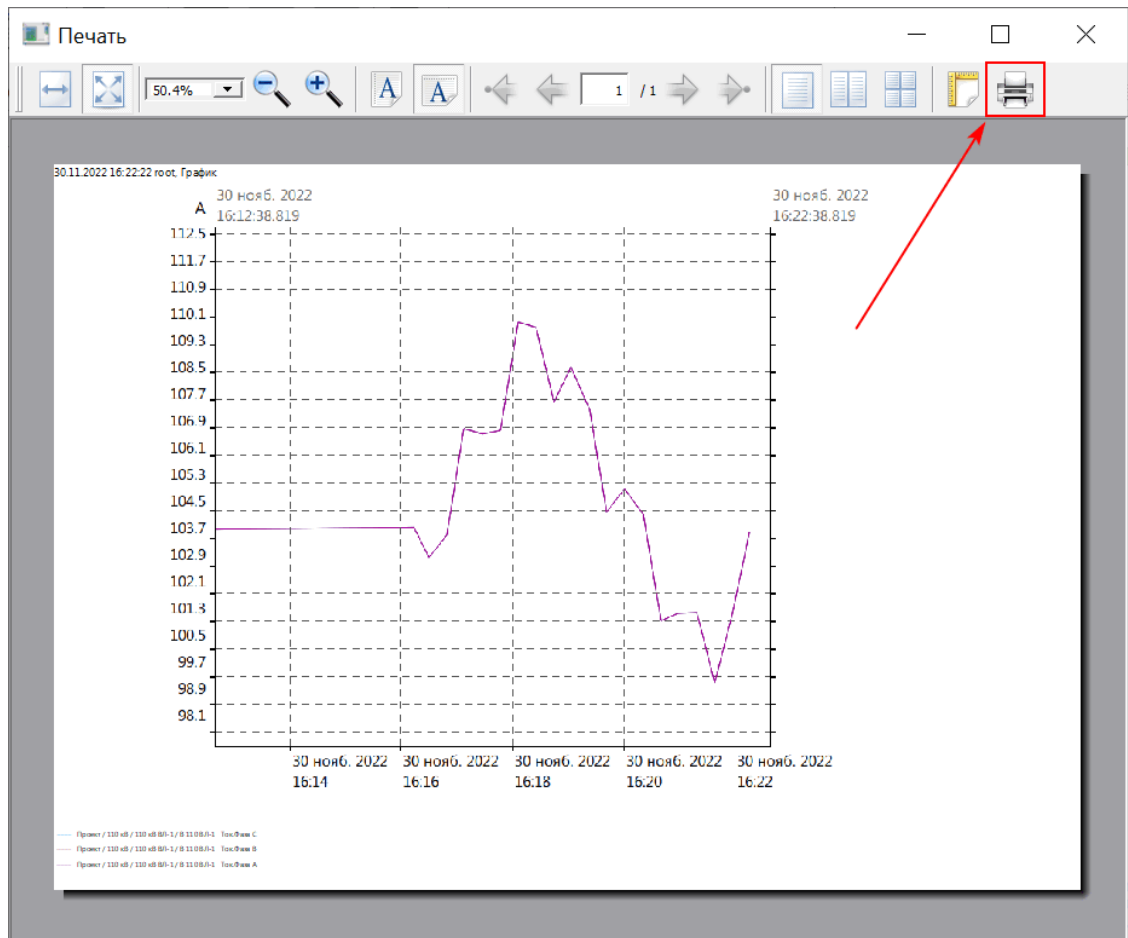

Рисунок 83 - Предварительный просмотр печати
3. В окне предварительного просмотра нажмите на кнопку **Печать** (Рисунок 83).